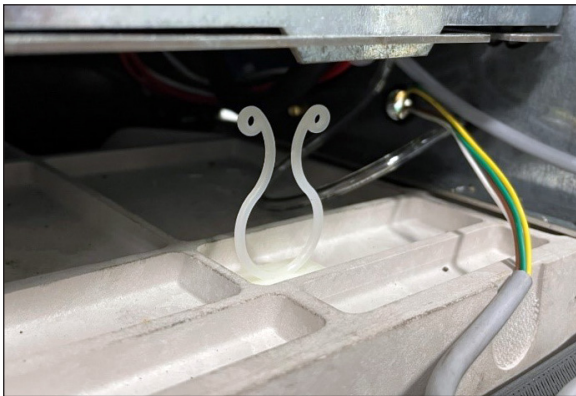

Abb. 1. Hellgrauer Modemkabelbaum.
1. Suchen Sie den hellgrauen Modemkabelbaum an der rechten Seite (22"-Maschine) oder an der linken Seite (30"-Maschine). Lösen Sie den Binddraht und führen Sie die Steckverbinder durch die Durchführung in der Nähe der Rückseite. Siehe Abb. 1.